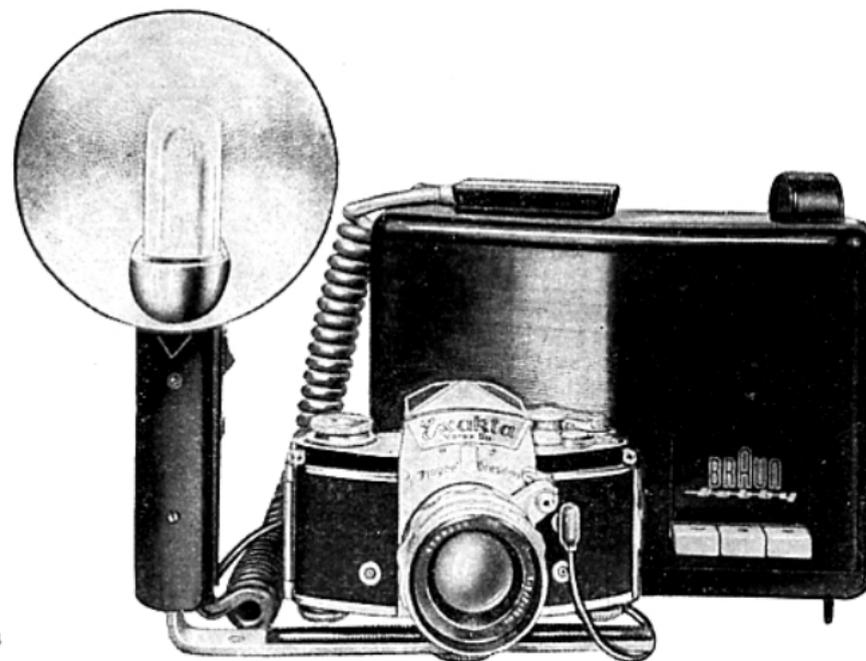

fig. 43
La synchronisation X, permet l'emploi avec l'EXAKTA Varex IIa des flashes électroniques modernes (fig. 43). Le câble de synchronisation des torches électroniques se branche sur la prise-synchro X (10). Les lampes électroniques s'utilisent l'obturateur étant réglé au $\frac{1}{50}$ de seconde ou sur un temps de pose plus long. Dans ce type de synchronisation, le contact est établi dès que le premier rideau de l'obturateur a entièrement démasqué la fenêtre d'exposition. Le temps de pose réel est déterminé par la durée de l'éclair électronique qui, en général, varie du $\frac{1}{200}$ au $\frac{1}{5000}$ de seconde selon le type de lampe utilisé. Ce temps de pose suffit pour « figer » les mouvements les plus rapides du sujet.